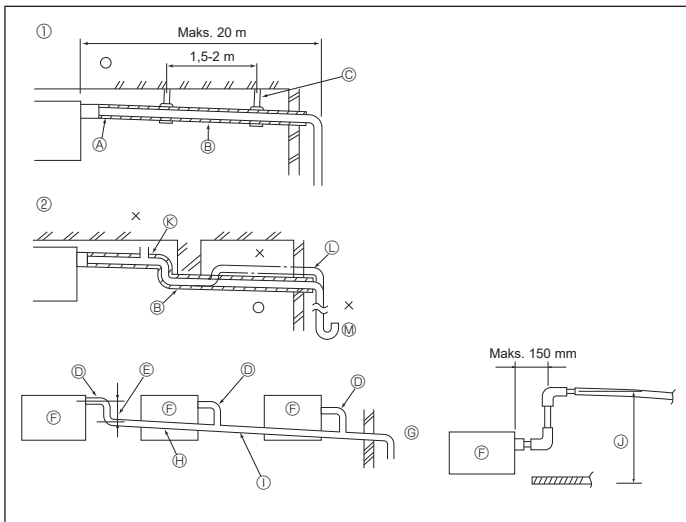

Fig. 6-1
6.1. Orurowanie spustowe (Fig. 6-1)